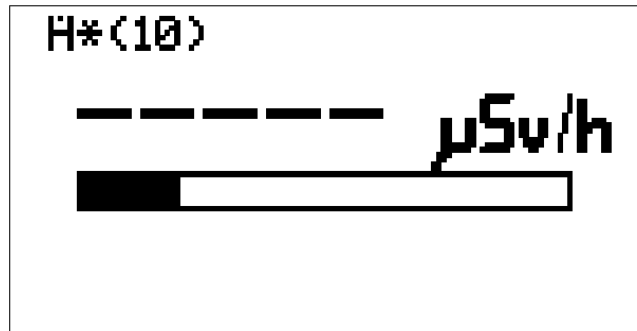

Abb. 15) Display-Anzeige im Einlaufmodus für den Messbereich $\mu\text{Sv/h}$.
Für Dosisleistungsmessungen ist nach dem elektrischen Nullpunktgleich der „Messbereichsumschalter (15) in Stellung „ $\mu\text{Sv/h}$ “ bzw. „ mSv/h “ zu bringen. Das Gerät geht dabei in den Einlaufmodus (siehe Abb. 15).